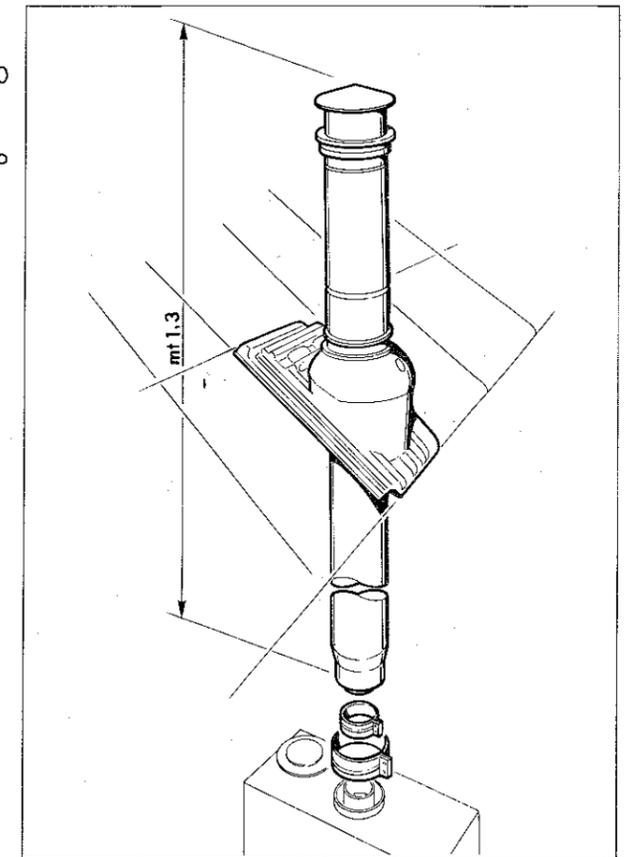

fig 4
**condotto scarico verticale** direttamente fuori tetto (fig 4). Il condotto è di lunghezza 1,3 m (1300 mm) e non è accorciabile. E' possibile inserire delle prolunghe fino ad un massimo di 3,2 m (3200 mm).